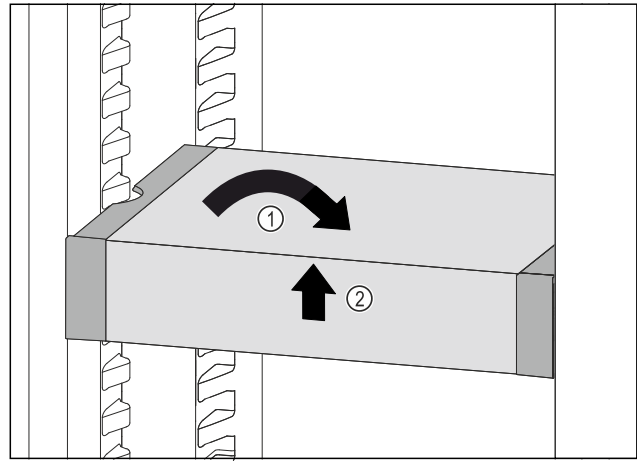

Fig. 94
- ▶ Remettre le VarioSafe droit. *Fig. 94 (1)*
- ▶ Soulever la partie avant du VarioSafe. *Fig. 94 (2)*